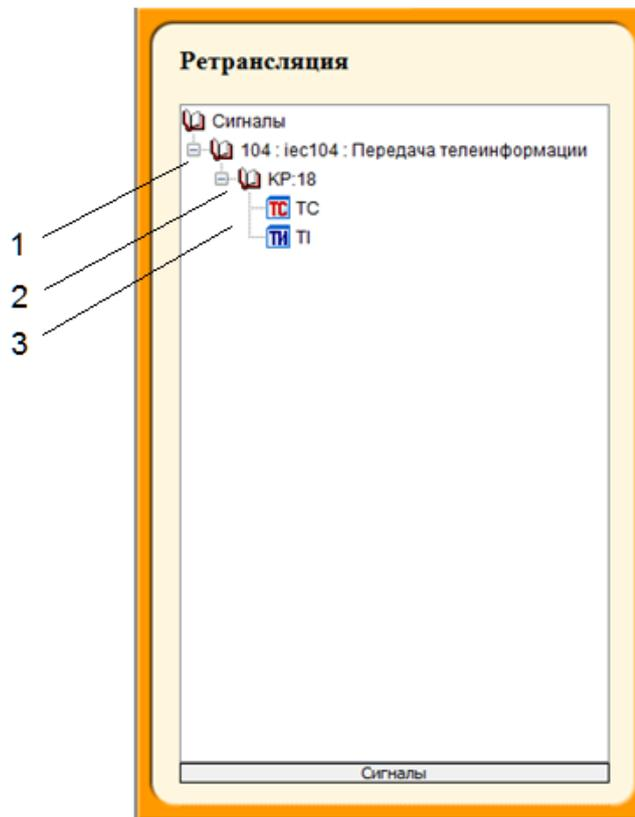

Рисунок 29 – Навигационное меню вкладки «Ретрансляция»
- в навигационном меню «Ретрансляция» – иерархический список ТС и ТИ (см. рисунок 29), которые могут отображаться в рабочей области;